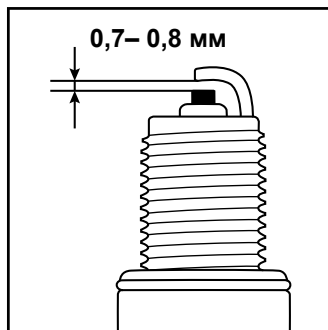

Рис. 13
6. Проверьте величину зазора между заземляющим и центральным электродами, используя специальный щуп. При необходимости установите зазор 0,7-0,8 мм (рис. 13).